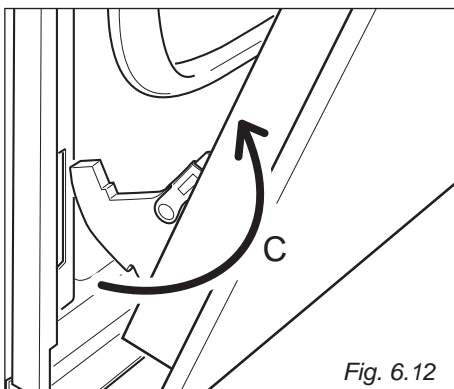

Fig. 6.12
- Træk ovnlågen af som vist på "C" (Fig. 6.12).